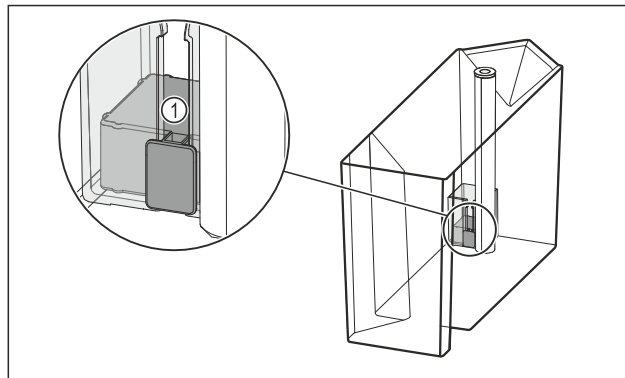

Fig. 115
- Controllare se il galleggiante Fig. 115 (1) è bloccato. Se il galleggiante è bloccato: